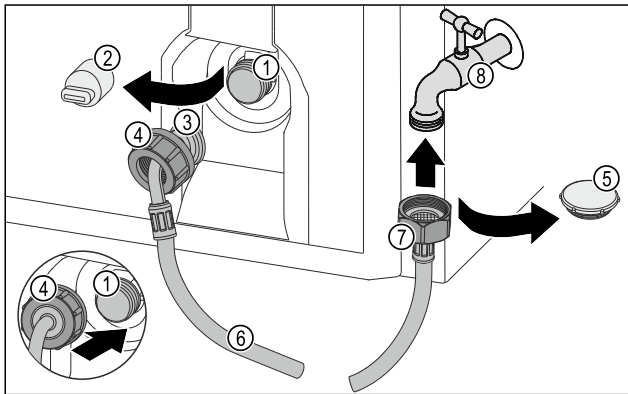

Fig. 33
- ▶ Retirer le capuchon de fermeture Fig. 33 (5).
- ▶ Placer l'extrémité de flexible droite Fig. 33 (7) sur le robinet d'eau Fig. 33 (8).
- ▶ Serrer l'écrou sur l'extrémité de flexible droite Fig. 33 (7) dans le sens des aiguilles d'une montre.